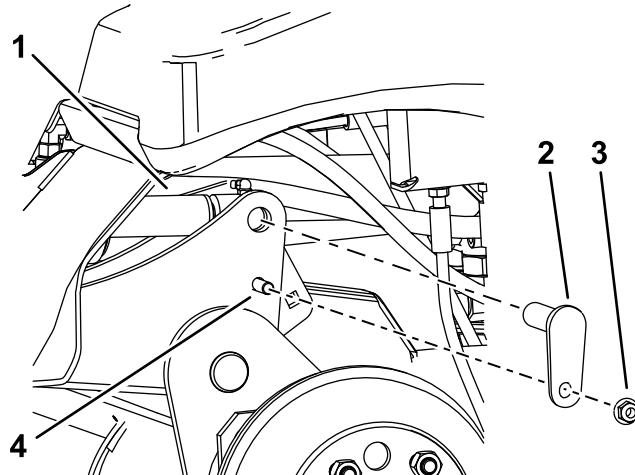

図 9
- C. ポンチを使って、シリンダロッドの穴と昇降アームの穴を揃える図 9。
- D. ボルト $\frac{3}{8}$ " x 1 $\frac{1}{4}$ " 2本、ナット $\frac{3}{8}$ " 2個、小さいピン 2 本を使用して、昇降アームをシリンダに固定する図 9。